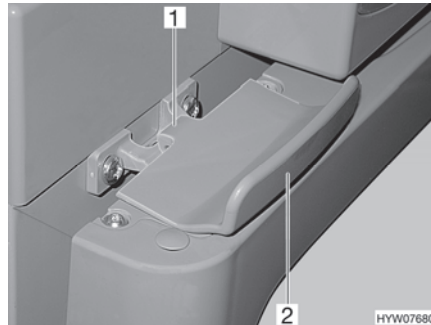

Fig. 187 Bloqueo de la puerta del frigorífico, cerrado (Thetford)
- Abrir:** ■ Abrir la puerta del frigorífico con el tirador (Fig. 187,2). El bloqueo (Fig. 187,1) se abre automáticamente.